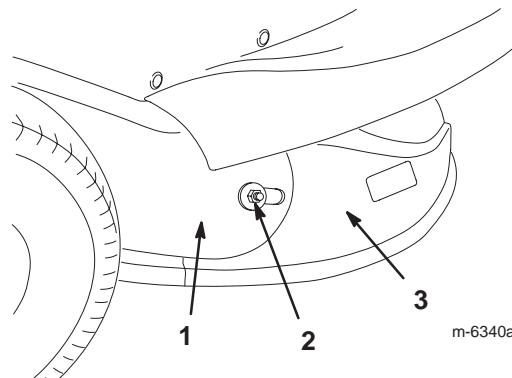

Bild 14
8. Entfernen Sie die Mutter und äußere Scheibe, mit denen der Auswurfkanal am Auswurfrohr befestigt ist (Bild 14).
- 14.** Setzen Sie die Mutter und äußere Scheibe ein, um den Auswurfkanal am Auswurfrohr zu befestigen (Bild 14).